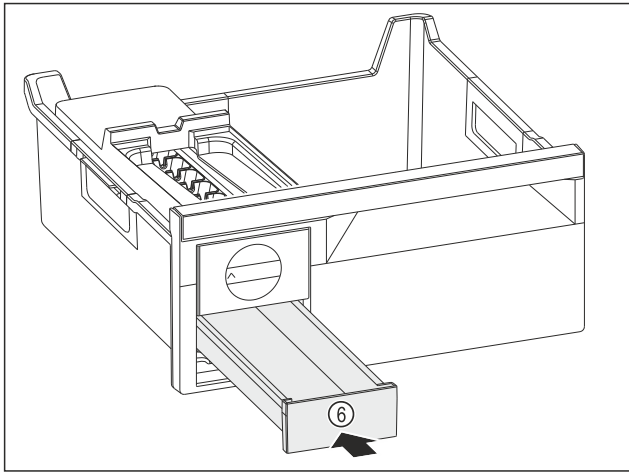

Fig. 146
▶ Introducir el cajón para cubitos de hielo Fig. 146 (6).